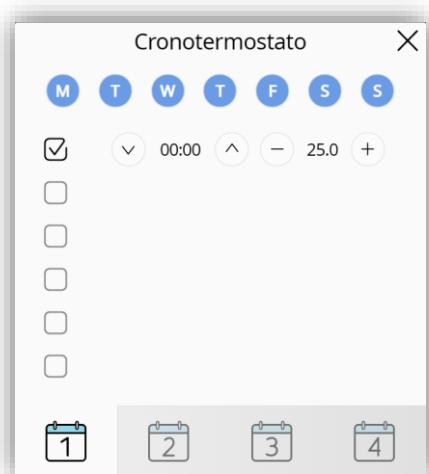

Figura 120. Panel del cronotermostato
- **Valor mínimo de consigna [-99 ... 18 ... 199] [°C]**: valor mínimo de consigna que el usuario podrá configurar en el panel del cronotermostato (ver Figura 120).
- **Valor máximo de consigna [-99 ... 30 ... 199] [°C]**: valor máximo de consigna que el usuario podrá configurar en el panel del cronotermostato (ver Figura 120).